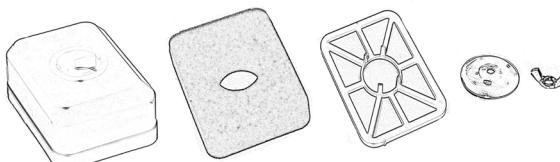

Bild 21
- Vrid försiktigt ur filtret och låt det torka. Bild 21.